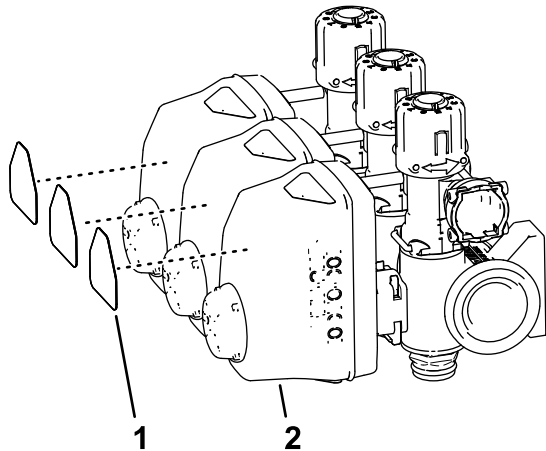

Figura 68
5. Retire las pegatinas de los actuadores de las 3 válvulas de sección (Figura 68).